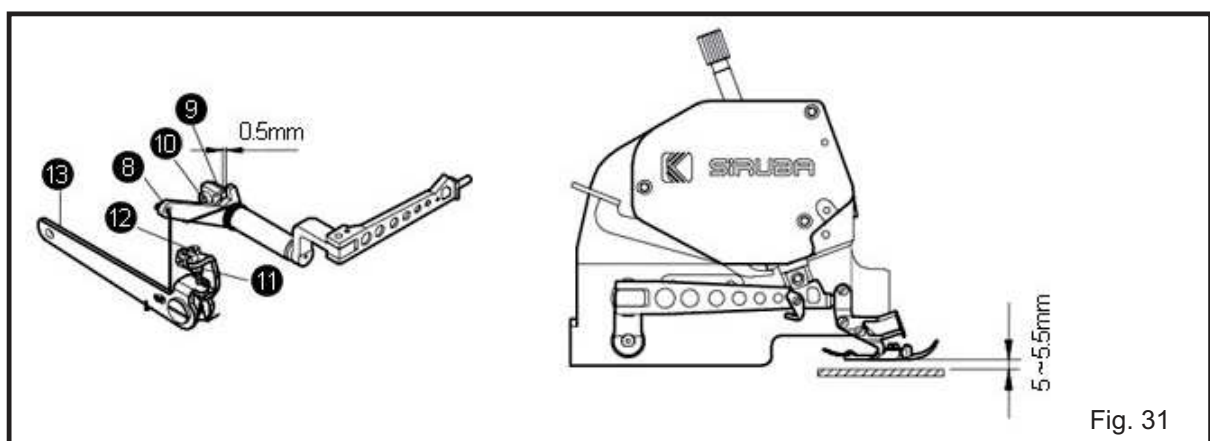

Fig. 31
- (1) Solte o parafuso ①, e pressione o tirante de tração ⑬ para levantar o calcador da placa da agulha cerca de 5,0 ~ 5,5 mm. Depois, ajuste o parafuso ⑫ e aperte a porca .
- (2) Deve haver uma folga de 1 mm entre o tirante de tração ⑧ e o suporte fixo ⑨, que pode ser ajustada ao soltar levemente o parafuso ⑩ .
- (3) Após todos os ajustes mencionados acima, aperte o parafuso ⑩. (Fig. 31)